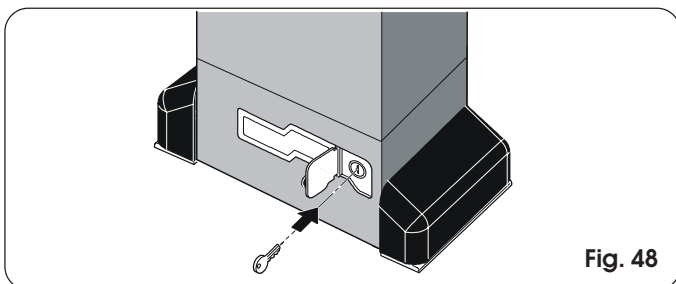

Fig. 48
- 1) Open het beschermdoortje en steek de speciale, bijgeleverde sleutel in het slot (fig. 48).